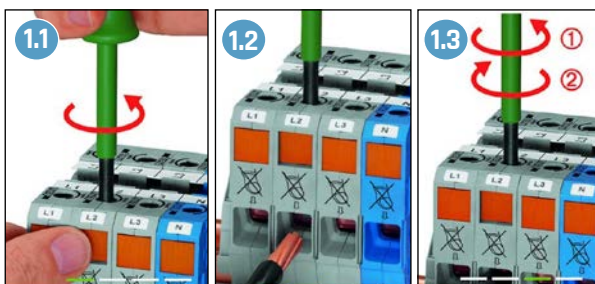

Abb. 38: Anschluss WAGO 2-Leiter-Durchgangsklemme
- Für Anschluss an WAGO 2-Leiter-Durchgangsklemmen Abb. 38 beachten.